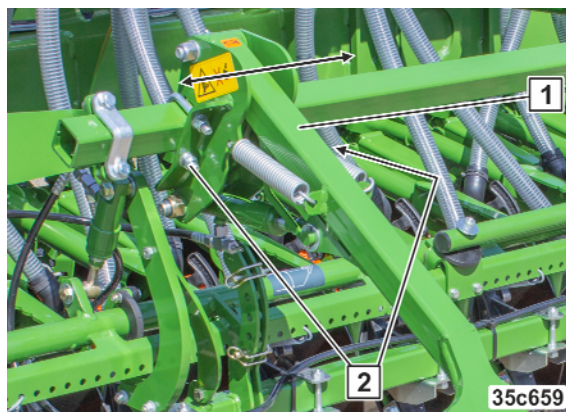

Bild 218
1. Lossa muttrarna (Bild 218/1) något, utan att skruva loss dem helt.
2. Placera körspårsmarkeringsanordningen (Bild 218/2) i önskat läge.
3. Dra åt muttrarna (Bild 218/1).